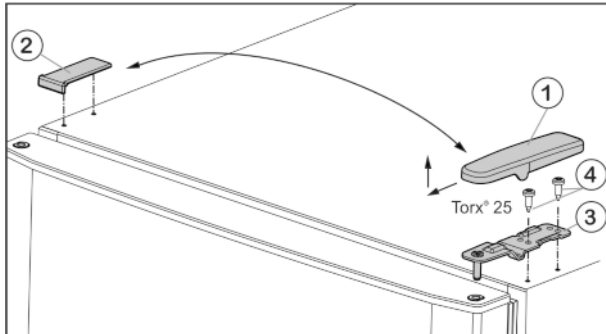

Fig. 6
- ▶ Traukdami į priekį ir į viršų, nuimkite apatinę dengiamąją plokštelę Fig. 6 (1).
- ▶ Nukelkite dengiamąją plokštelę Fig. 6 (2).
- ▶ Nusukite viršutinę atraminę gembę Fig. 6 (3) (2 kartus Torx® 25) Fig. 6 (4) ir, traukdami į viršų, išimkite.
- ▶ Viršutinę atraminę gembę Fig. 6 (3) įstatykite į duris kitoje lankstų pusėje.
- ▶ **Tvirtai (4 Nm)** priveržkite viršutinį guolio spyrį (2 x Torx® 25) Fig. 6 (4). Prireikus naudokite akumuliatorinį atsuktuvą.
- ▶ Dengiamąją plokštelę Fig. 6 (1) uždėkite iš išorės priešingoje pusėje ir užfiksuokite.
- ▶ Dengiamąją plokštelę Fig. 6 (2) atitinkamai uždėkite iš viršaus priešingoje pusėje ir užfiksuokite.